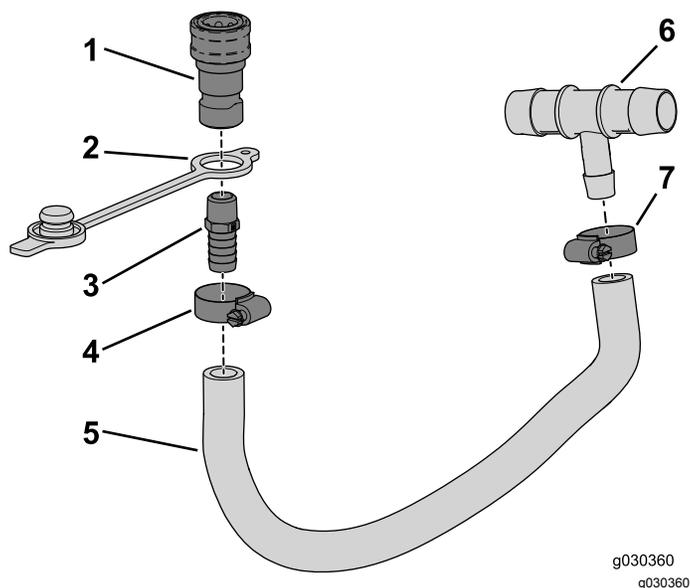

Figura 9
2. Fate scorrere il tappo antipolvere sull'estremità filettata del raccordo diritto (Figura 9).
3. Avvitare il raccordo diritto (3/8 NPT x 0,625 dentellato) sull'accoppiatore femmina (Figura 9).
6. Inserite l'estremità dentellata del gruppo nel flessibile e fissatela con la fascetta stringitubo (da 1/2" a 1 1/4"), come illustrato nella Figura 9.
7. Inserite l'estremità dentellata del raccordo a T nel flessibile e fissatela con la fascetta stringitubo (da 1/2" a 1 1/4"), come illustrato nella Figura 9.
1. Rimuovete i tappi che coprono i fori nel tubo di supporto (Figura 9).